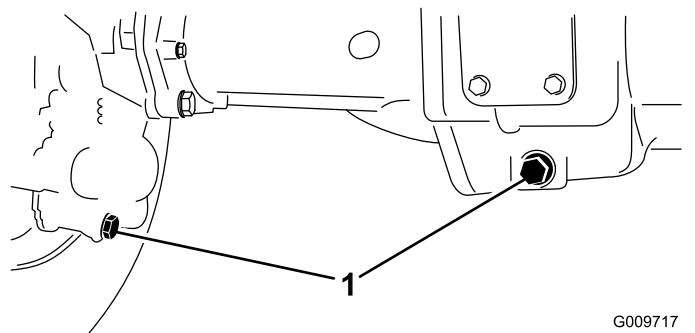

Bild 107
2. Reinigen Sie den Bereich um die drei Ablassschrauben, d. h. jeweils eine an beiden Enden und eine in der Mitte (Bild 107).